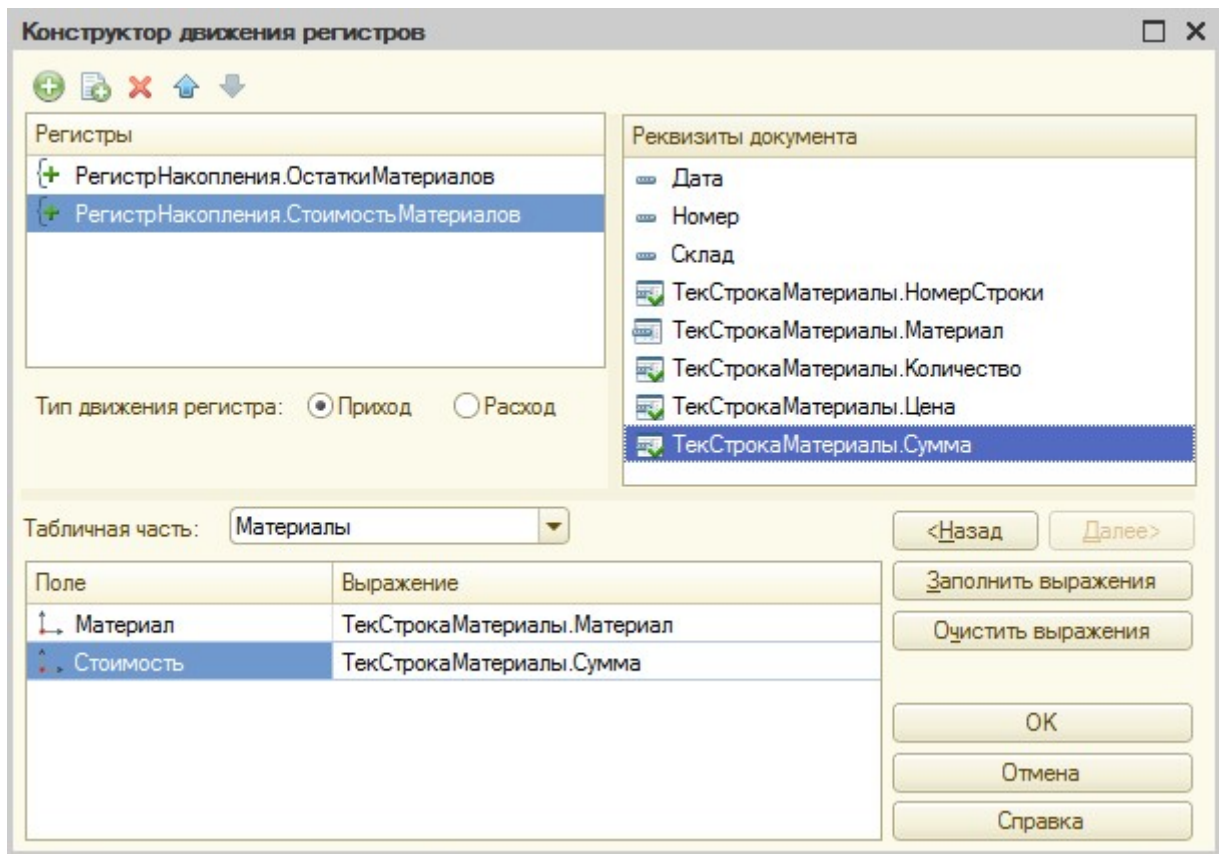

Рисунок 50 Конструктор движения документа «Приходная накладная»
- В поле со списком **Табличная часть** выберите **Материалы**. Нажмите на кнопку «**Заполнить выражения**». Если выражения не заполнились, то заполните поля вручную. В поле **Выражение** напротив **Материал** укажите **ТекСтрокаМатериалы.Материал** из области **Реквизиты документа**. В поле **Выражение** напротив **Стоимость** укажите **ТекСтрокаМатериалы.Сумма** из области **Реквизиты документа**. Нажмите «**ОК**» (рис. 50).